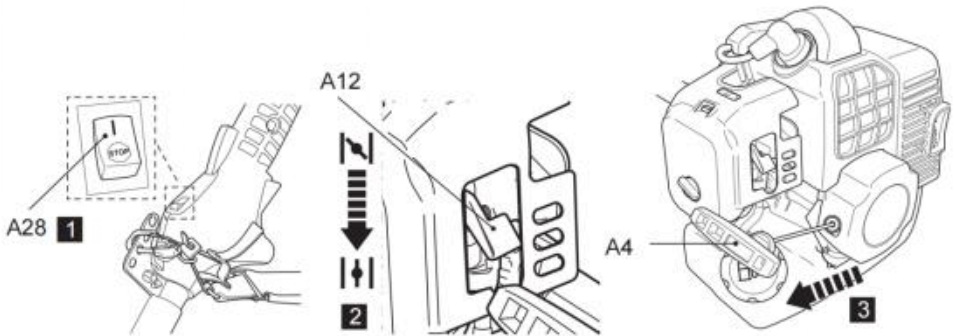

Fig. 40
5. Ziehen Sie leicht am Rücklaufstartergriff (A4), bis Sie einen Widerstand spüren, und ziehen Sie ihn dann schnell. Wiederholen Sie den Vorgang, bis der Motor anspringt (Abb. 40).